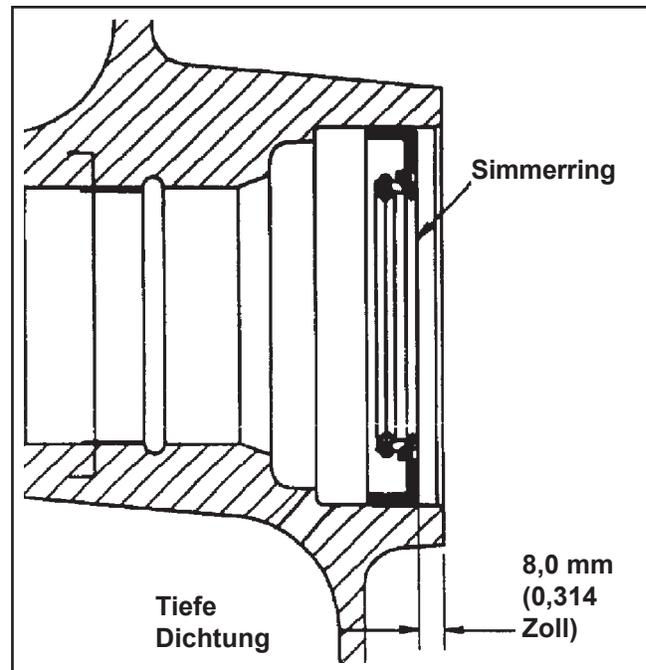

Abbildung 11-18. Tiefe Simmerring in der Verschlussplatte.
3. Die Simmerringe in die Verschlussplatte drücken. Dabei sollte ein Instrument für die Simmerring-Montage verwendet werden. Sicherstellen, dass der Simmerring vertikal korrekt in der Bohrung auf der in Abbildung 11-18 gezeigten Tiefe installiert wurde.